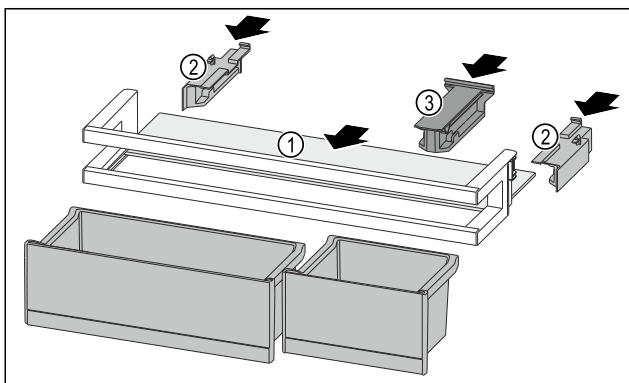

Fig. 201
- ▶ Всуňte полицю Fig. 201 (1) в бокові пази.
- ▶ Вставте бічні елементи Fig. 201 (2).
- ▶ Вставте кріпильний елемент Fig. 201 (3).